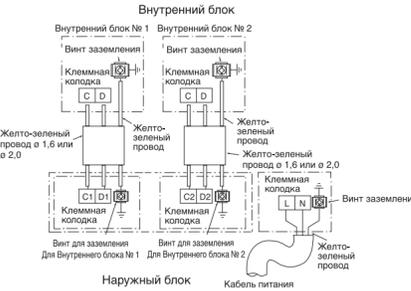

Рис. 3-1
- (1) Осуществить электрическое соединение Внутреннего и Наружного блока в соответствии со схемой на рис. 3-1. не допускать неправильного подключения соединительных линий. В случае неправильной связи, единица, возможно, не работает должным образом и может вызвать сбой.
- (2) Соединительный провод должен быть закреплен лентой, расположенной около панели терминалов.